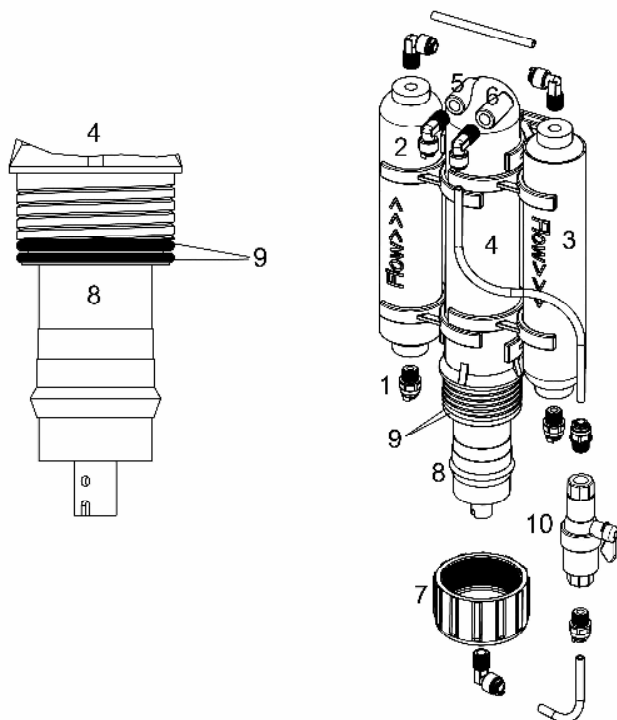

Рис. 1:
Подключения располагаются следующим образом (см. рис.1):
Открутите завинчивающуюся крышку корпуса модуля обратного осмоса (рис. 1, №. 4). Достаньте мембрану из пластиковой упаковки и вставьте ее в корпус модуля. Следите за тем, чтобы мембрана была установлена в направлении потока воды (рис. 2, №. 2), не забывайте про оба уплотнительных кольца (рис. 2, №. 1). Мембрану нужно вставлять до того момента, пока уплотнительные кольца будут на нужном месте вверху модуля и уплотнение для вывода чистой воды будет плотно сидеть (рис. 2, №. 3). Проложите уплотнительное кольцо (рис. 1, №. 9) перед тем как закрыть корпус модуля обратного осмоса.
- **Обратная промывка:** для промывки мембраны нужно открыть сливной клапан (рис. 1, №. 11), при этом вода со всей скоростью протечет через модуль и смывает большую часть загрязнений и отложений.